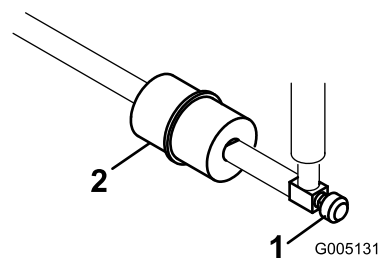

図 46
燃料フィルタはインラインタイプで、燃料タンクとキャブレタの間にあります（図 46）。フィルタに付いている矢印をエンジンの方に向けて取り付けてください。
1. 燃料バルブを閉じ、フィルタのキャブレタ側についているホースクランプをゆるめ、燃料ラインからフィルタを外す（図 46）。
2. フィルタの下に容器を置き、もう一方のクランプも外してフィルタを取り出す（図 46）。